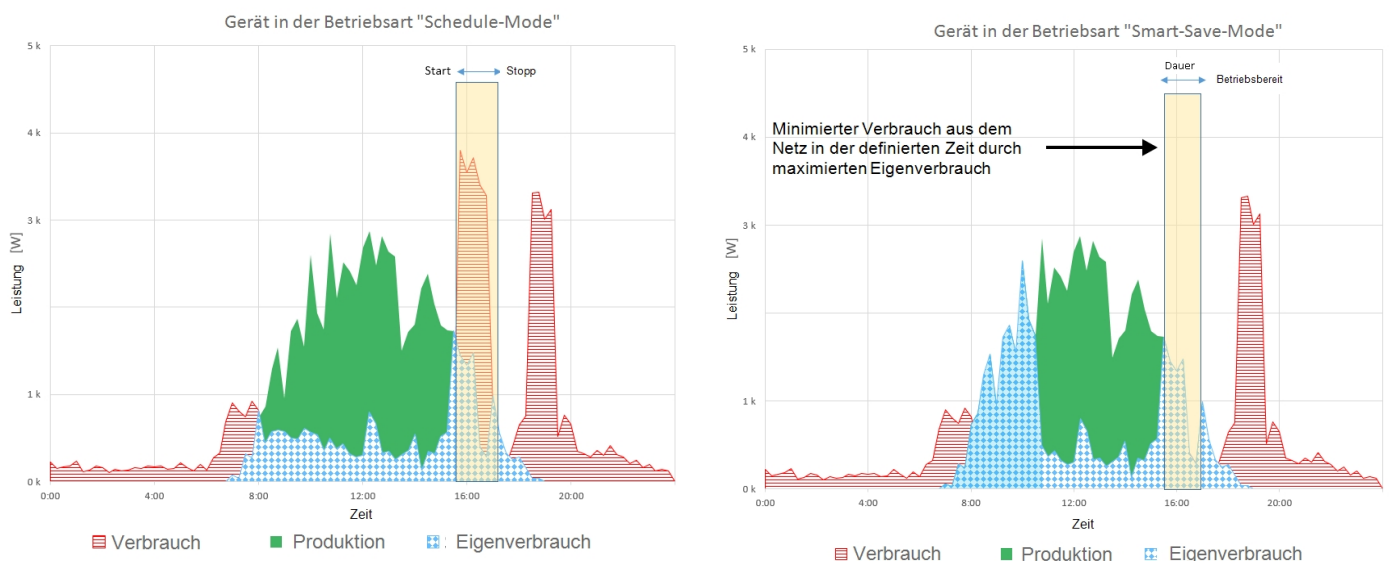

Abbildung 2: Beispiele für den Betrieb des Geräts
Für Beispiele der Betriebsmodi des Geräts siehe *Abbildung 2*.
6. Betätigen Sie die Verbindungs-Taste am AC-Schalter (mit Zähler) (siehe *Abbildung 2*).